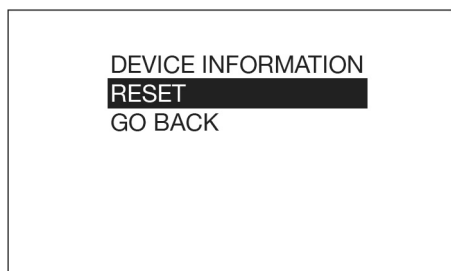

图 53
3. 显示图 53 中所示的菜单。使用向下箭头按钮在列表中高亮显示重置。